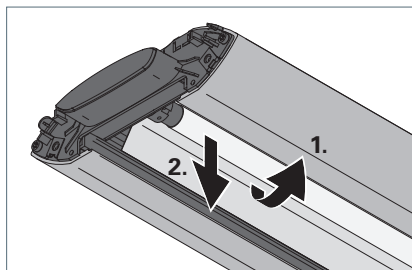

Fig. 19: Remplacer le tube.
- Tournez le tube de 90° et enlevez-le par le bas, voir Fig. 19.